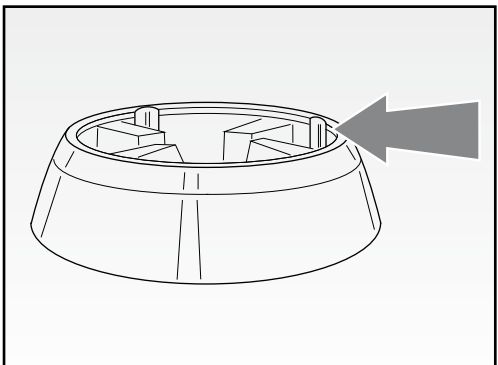

Fig. 10
- asegurarse de que el nuevo adaptador esté colocado a la misma altura con respecto al soporte para la junta (fig. 10).